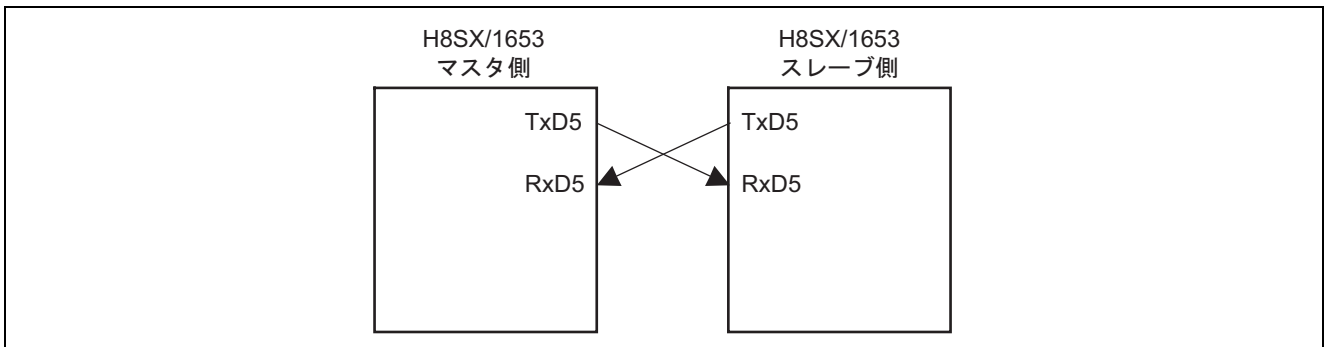

図 1 平均転送レートジェネレータ調歩同期式通信
- 図 1 に示すように、H8SX/1653 の SCI\_5 を接続します。